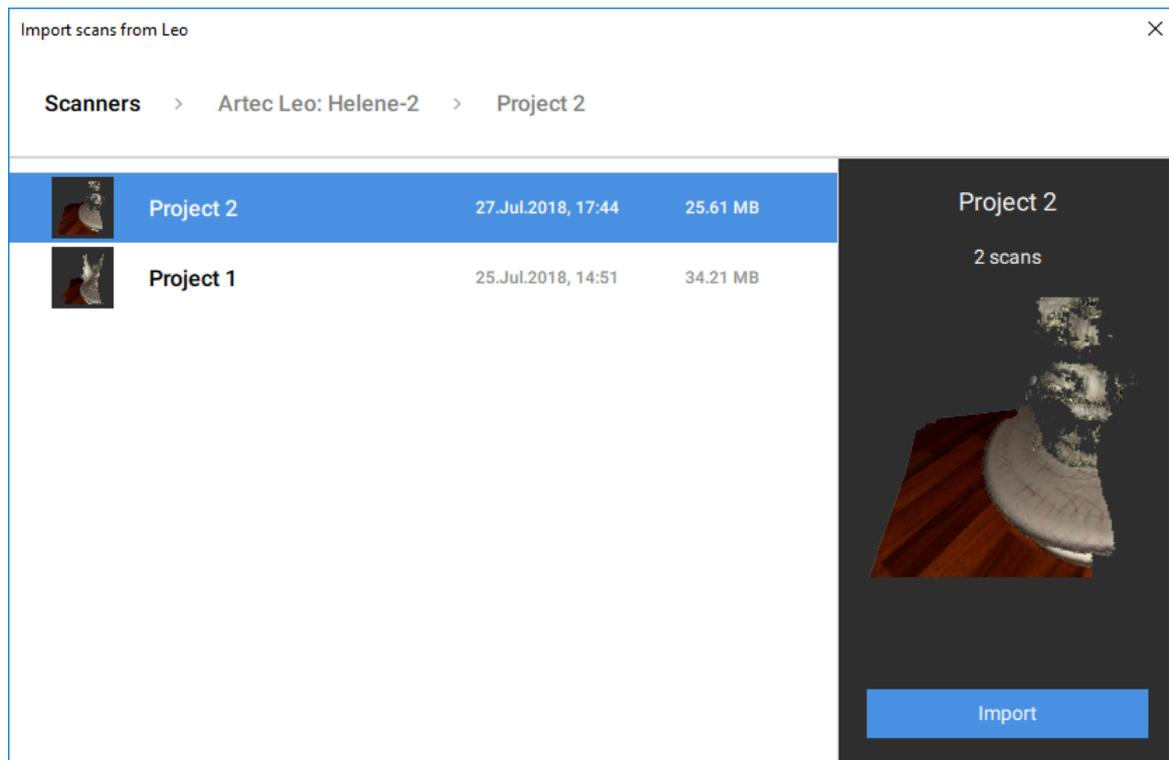

Abbildung 52: Dialog für die Selektion zu importierender Leo Projekte.
4. Dann mit **LKM** oder **↑** und **↓** das Projekt selektieren, das geladen werden soll (Abb. 52)